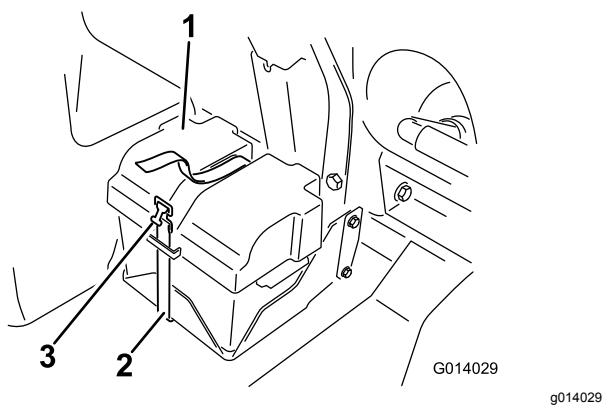

Figura 76
2. Retire la tapa de la batería y desconecte el cable negativo (negro) de masa del borne de la batería (Figura 76).
4. Instale la cubierta de la batería, sujetándola con la correa que retiró anteriormente (Figura 76).